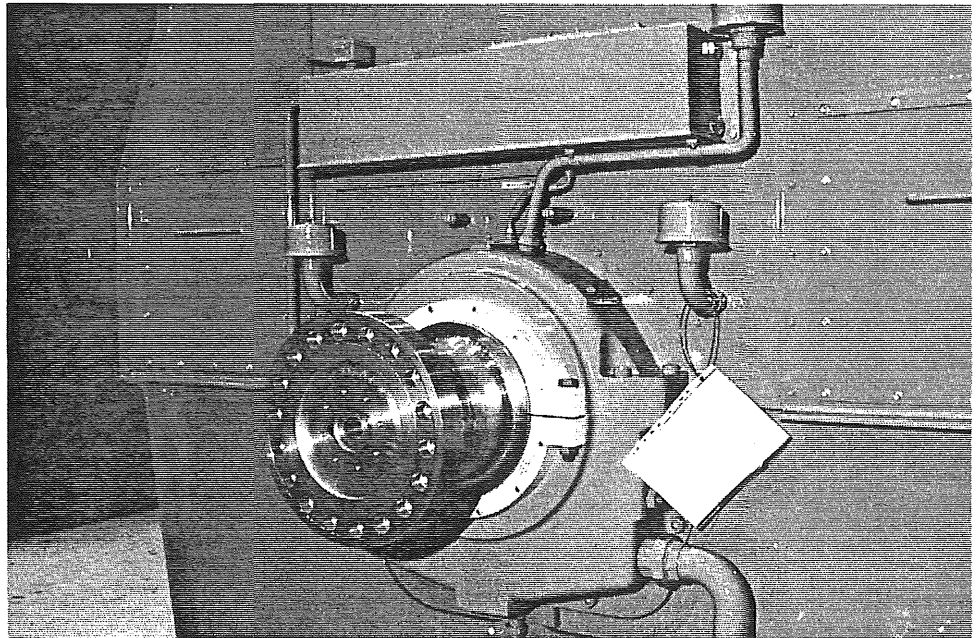

Figure 2-5.
- Le dispositif de blocage de transport est fixé à l'arbre et boulonné à l'extrémité entraînement du générateur. Il se compose d'une bague de serrage en deux parties qui bloque les mouvements axiaux et la rotation du rotor. Voir Figure 2-5, page 11.